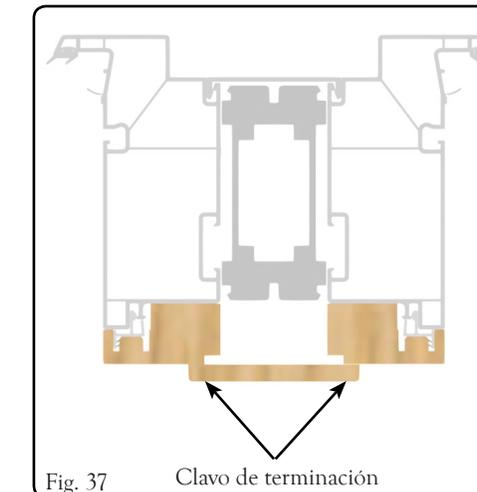

Fig. 37
- Consulte la Fig. 37. Aplique el revestimiento interior de madera con un martillo suave.
- Consulte la Fig. 37. Coloque clavos de terminación en el revestimiento de la cubierta del parteluz centrado el revestimiento de la cubierta del parteluz entre los soportes de la cubierta del parteluz y usando un clavo de terminación de 3/4" (19 mm) para asegurarlo en su lugar.